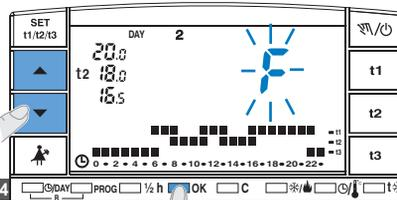

fig. 44
- Premere **OK** (fig.44) per confermare e ritornare al funzionamento da programma; tutti i set di temperatura verranno aggiornati secondo la nuova scala.